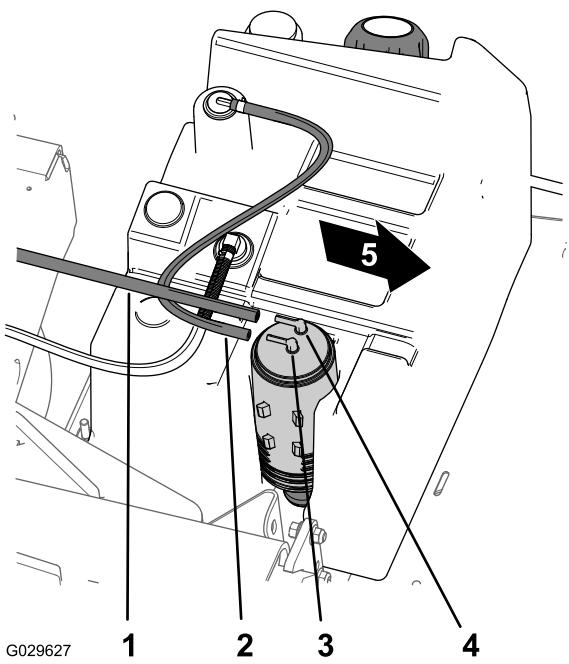

Рисунок 45
1. Снимите вакуумный шланг со штуцера на угольном элементе, обозначенного «Продувка» (Purge) (Рисунок 45).
2. Снимите шланг топливного бака со штуцера на угольным элементе, обозначенного «Топливный бак» (Fuel Tank) (Рисунок 45).
- Наденьте вакуумный шланг на штуцер на угольном элементе, обозначенный «Продувка» (Purge), и шланг топливного бака на штуцер, обозначенный «Топливный бак» (Fuel Tank) (Рисунок 45).